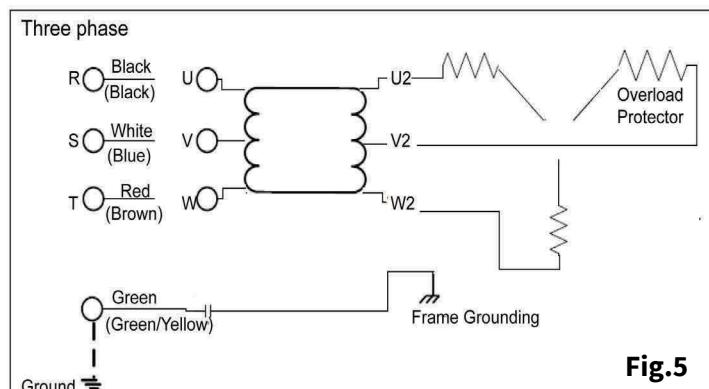

Fig. 5
- Erden Sie den grünen Draht (Etikett E) wie in Abb. 5 gezeigt. Das grün-gelbe Erdungskabel darf nicht an das Phasen oder die Stromversorgung werden angeschlossen.